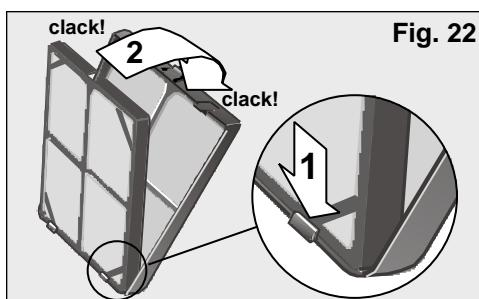

Fig. 22
- Introducete il filtro purificatore + cornice nel filtro base come indicato dalla **Fig. 22**, tenendo conto che dovete anzitutto inserirlo nelle pattine inferiori.